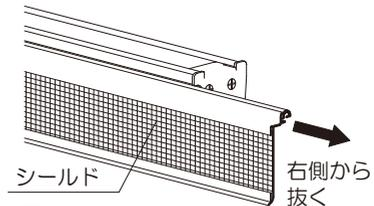

図1
- 3) シールド付きの場合、両側のサイドカバーまたは、右側のサイドブラケットカバーを取外し（17ページ参照）、右側からシールドを抜いて、取外します。（図1参照）